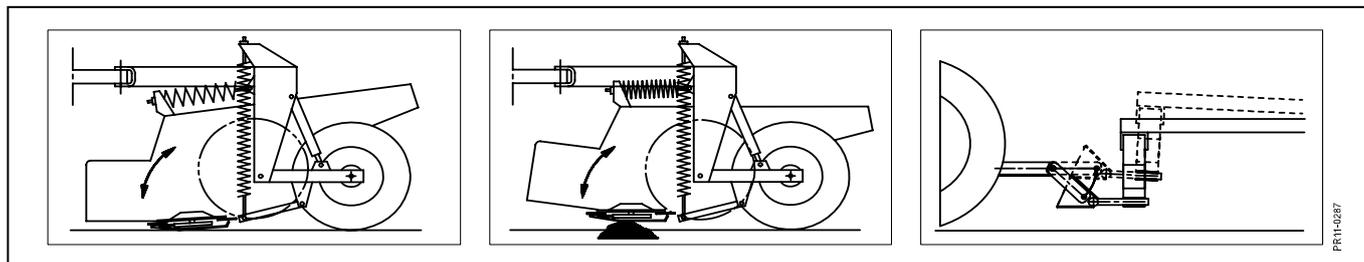

Fig. 3-1
**Fig. 3-1** La machine est équipée du système Top Safe. L'ensemble, lamier et conditionneur, est suspendu par deux gros ressorts verticaux pour les mouvements verticaux, et deux ressorts horizontaux qui permettent au lamier de s'escamoter devant les pierres ou un obstacle. Simultanément l'attelage est allongé et la machine relevée, réduisant ainsi l'impact.